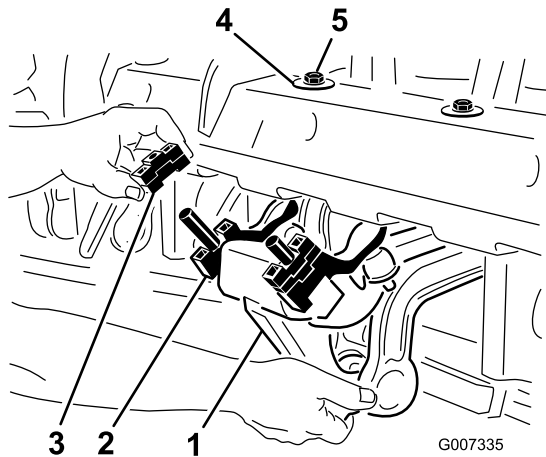

Figura 26
1. Retire las dos contratueras (1/2 pulgada) que sujetan el amortiguador rotalink a la parte inferior del bastidor del cabezal de perforación (Figura 26).
2. Baje el amortiguador para dejar a la vista los espaciadores (Figura 26).
- Vuelva a instalar el amortiguador en el bastidor del cabezal de perforación. Compruebe que la arandela en D esté instalada contra el bastidor del cabezal de perforación, como se muestra en Figura 26. Asegure las dos contratuercas.